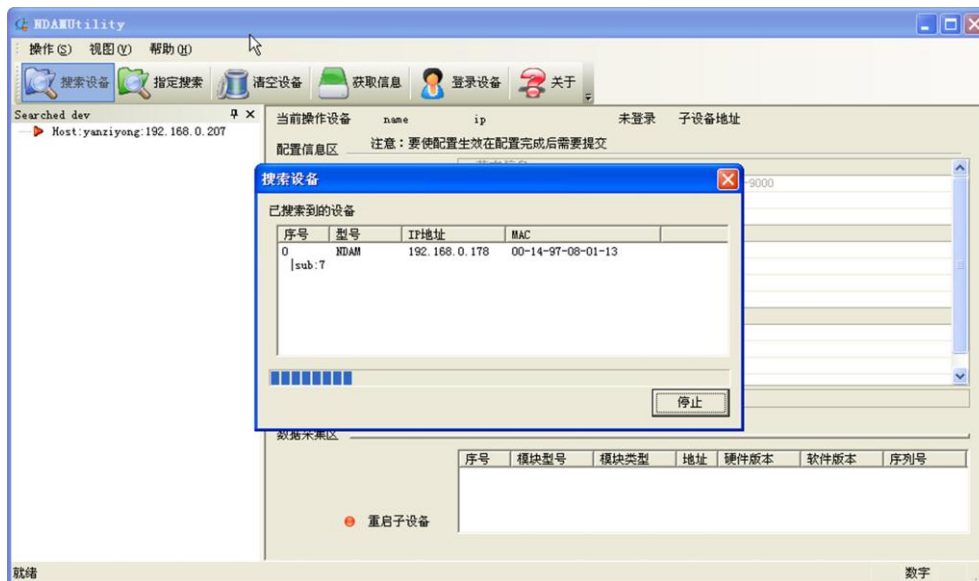

图 4.3 搜索设备
- 2) 单击界面中的“搜索设备”按钮，进行设备搜索，如图 4.3 所示。